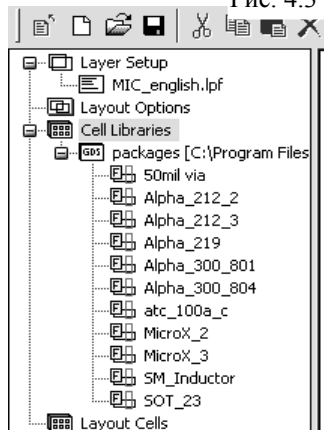

Рис. 4.4
3. Откроется окно **Warning: Different Database Unit** (Предупреждение: Модуль различной базы данных). В этом окне сообщается, что некоторые пункты в этой библиотеке будут сокращены в текущем модуле базы данных при выполнении чертежа или сохранении в файле и перечисляются элементы из базы данных. Нажмите **OK**. Импортированная библиотека будет отображена в окне менеджера топологии, как показано на рис. 4.4.